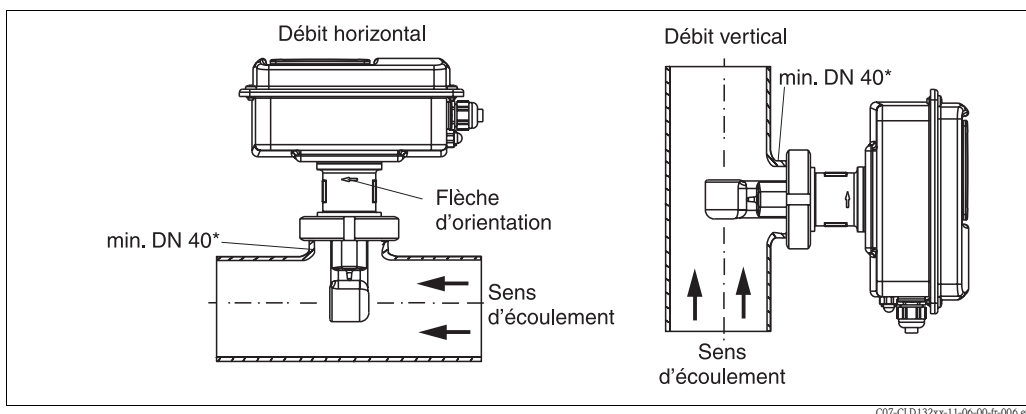

Fig. 14 : Montage CLD132 version compacte
1. Lors du montage, orientez le Smartec S CLD132 ou la cellule de sorte que l'orifice de passage de la cellule soit parcouru dans le sens d'écoulement du produit. Pour l'orientation, servez-vous de la flèche présente sur la bride (voir fig. 14 ci-dessus).